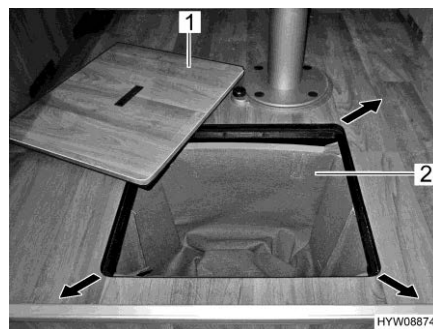

Fig. 75 Scomparto per la biancheria
- Rimuovere il coperchio (Fig. 75,1).
- Togliere il sacco della biancheria (Fig. 75,2) tirandolo verso l'alto.
- Riporre il sacco della biancheria (Fig. 75,2) nell'apposito scomparto.